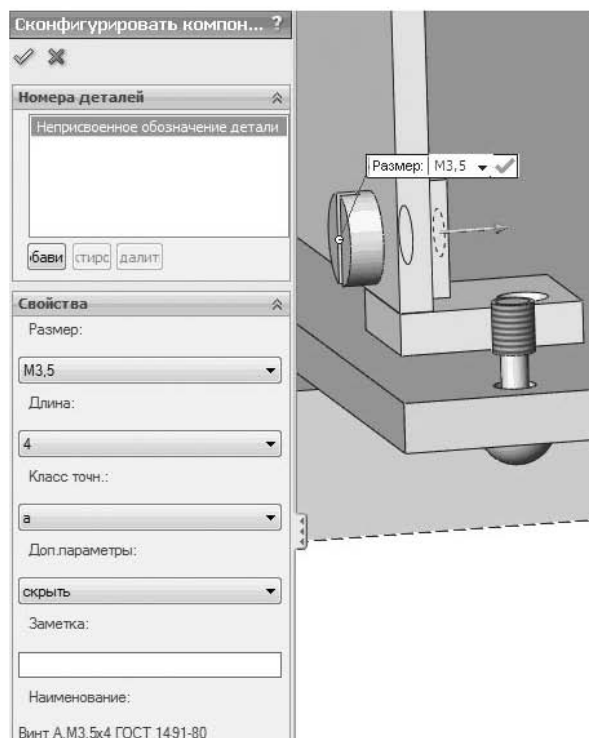

Рис. 6.74. Расположение винтов для соединения уголка с печатной платой
12. Повторите действия, описанные в п. 5, и расположите винты М3,5×4 ГОСТ1491–80, соединяющие уголки с печатной платой сверху и снизу (рис. 6.74).